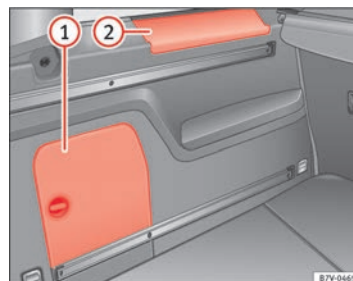

Fig. 114 En el maletero: compartimento portaobjetos lateral.
En el lateral del maletero se encuentran otros compartimentos ⇒ *fig. 114* ① y ②. Para abrir el compartimento ①, gire el cierre en el sentido de las agujas del reloj. Para abrir el compartimento ②, levante la ▶